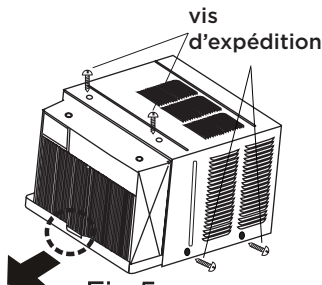

Fig.5
7. Retirez les vis d'expédition du haut de l'unité et aussi sur le côté près de la base si elles sont installées (voir Fig. 5).